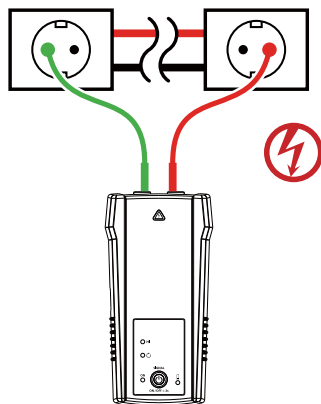

Figura 3.1a: Ligação correta com neutro independente
2. Utilizando os cabos de teste acessórios, ligue o cabo de teste vermelho ao cabo a ser localizado, com ou sem eletricidade. No caso de tomadas, ligue o cabo de teste ao cabo de corrente/fase. No caso de sistemas com eletricidade, o sinal será transmitido APENAS entre o lado da carga ao qual o Transmissor está ligado e a fonte de alimentação (ver Figura 3.1a).